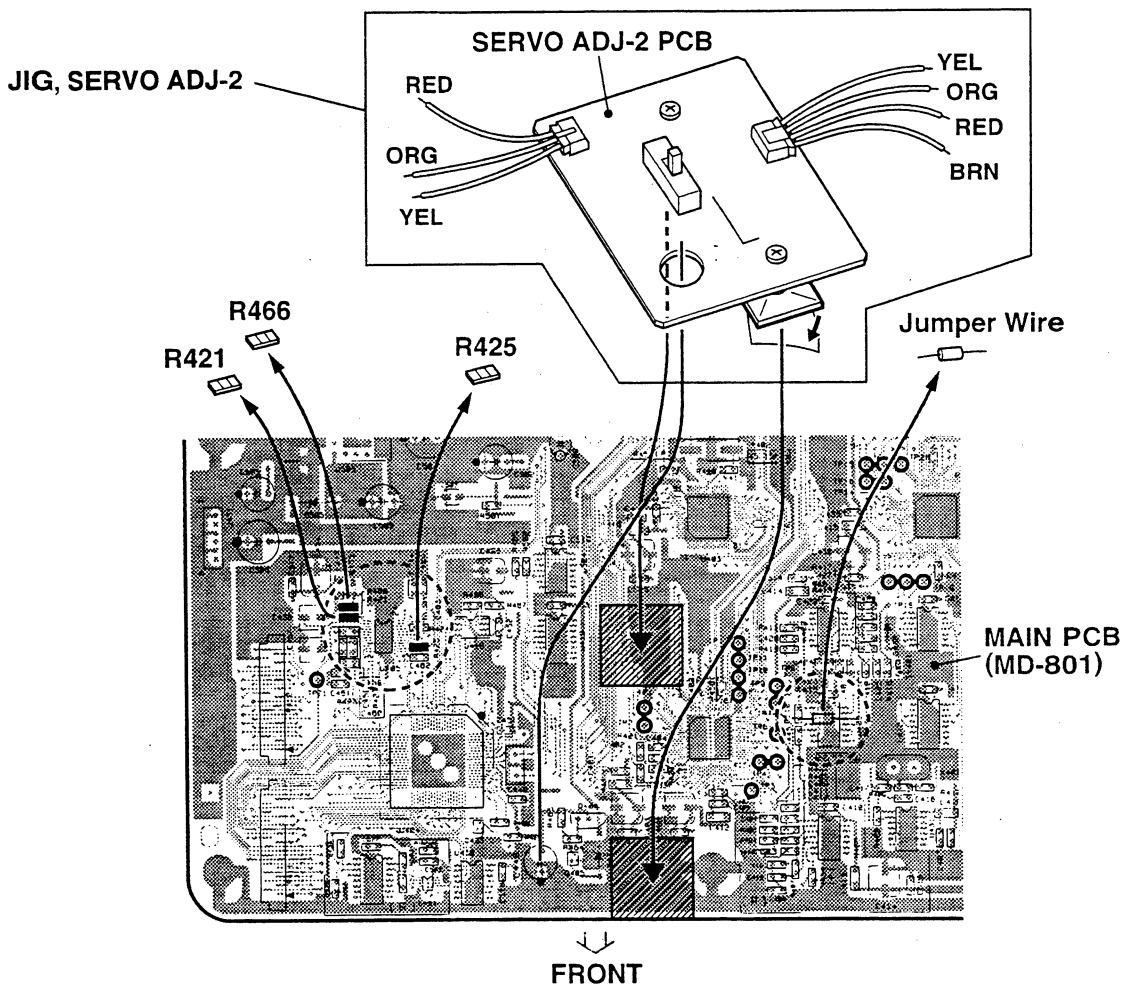
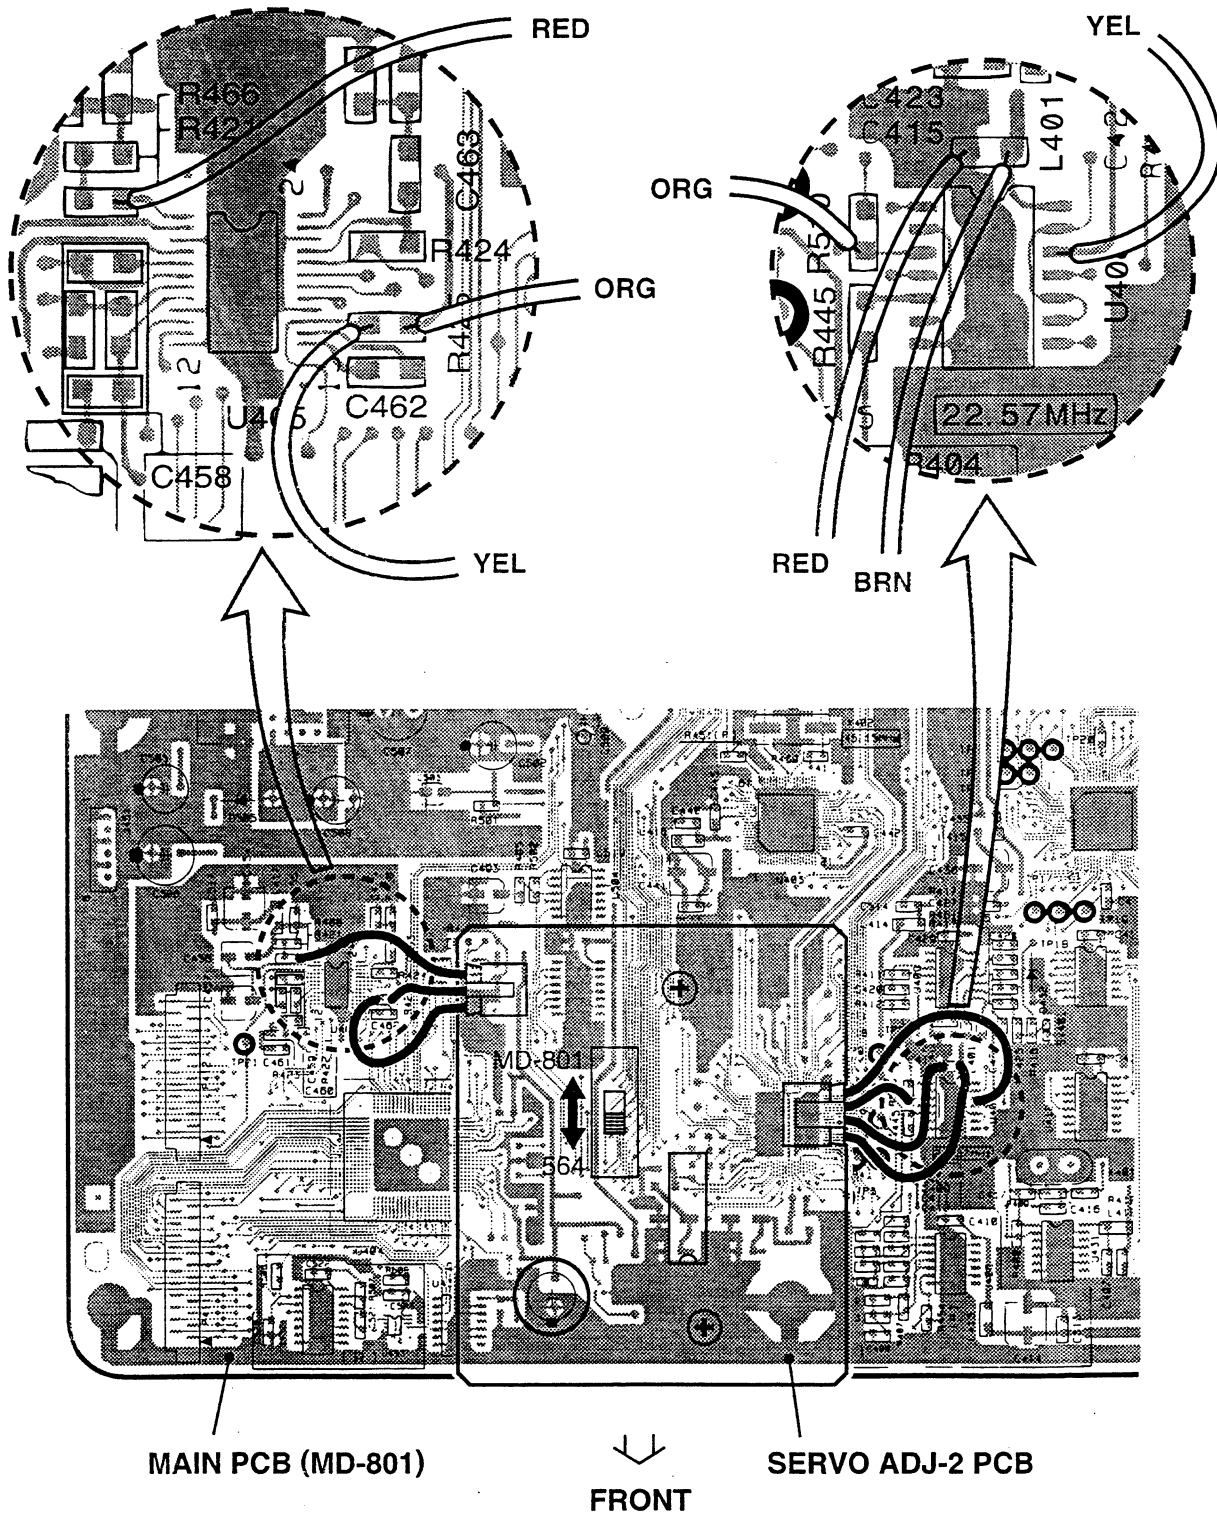

Fig. 4-1
Fig. 4-2
1. Remove the R421, R425, R466 and the JUMPER WIRE from the MAIN PCB. (Refer to Fig. 4-1)
2. Attach the JIG, SERVO ADJ-2 (P/N: J00326210A) to the MAIN PCB. (Refer to Fig. 4-1 and Fig. 4-2)
1. MAIN PCBのR421, R425, R466とJUMPER WIREを取り外す。(図4-1参照)
2. 図4-1、4-2のように、MAIN PCBにJIG, SERVO ADJ-2 (P/N: J00326210A)を取り付ける。(JIG, SERVO ADJ-2の回路図については、図4-3を参照してください)